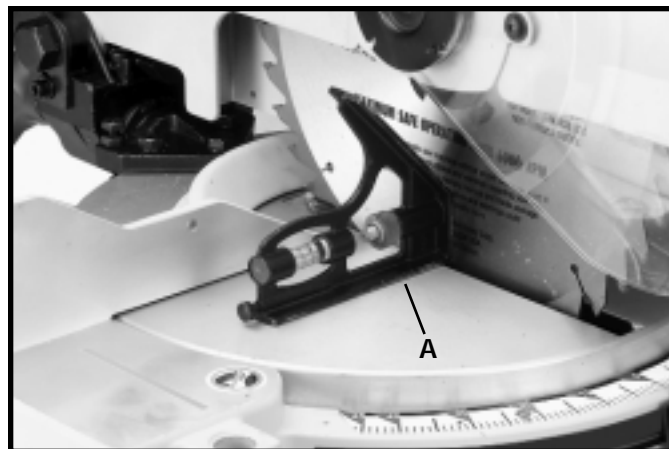

Fig. 26
3. Placez une extrémité de l'équerre (A) fig.26 sur la table et l'autre contre la lame. Vérifiez si la lame est à 90° par rapport à la table, comme l'illustre la figure 26.